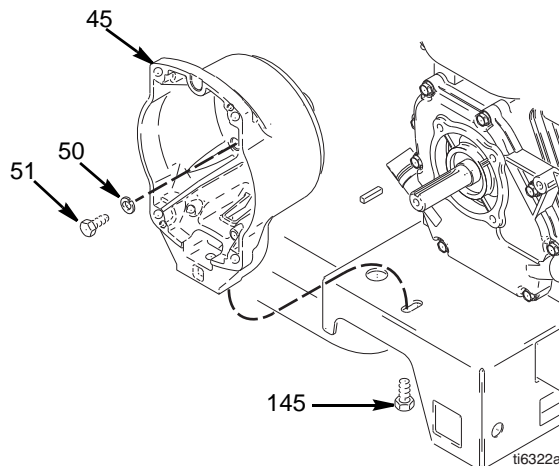

FIG. 11
3. FIG. 11. Ta clutchen (+) og clutch(-) koplingene av kabelstokken som sitter under sprøytens vogn.
2. FIG. 11. Fjern de fire skruene (51) og låseskivene (50) som fester clutchhuset (45) til motoren.
3. Fjern skruen (145) som sitter under monteringsplaten.
4. Trekk clutchhuset (45) av.
1. FIG. 11. Press clutchhuset (45) på.
2. Sett inn fire hodeskruer (51) og låseskiver (56) som fester clutchhuset (45) til motoren. Trekk til med et moment på 200 in-lb (22,6 N·m).
3. Monter skruen (145) som satt under monteringsplaten med et tiltrekningsmoment på 26 ft-lb (35,2 N·m).